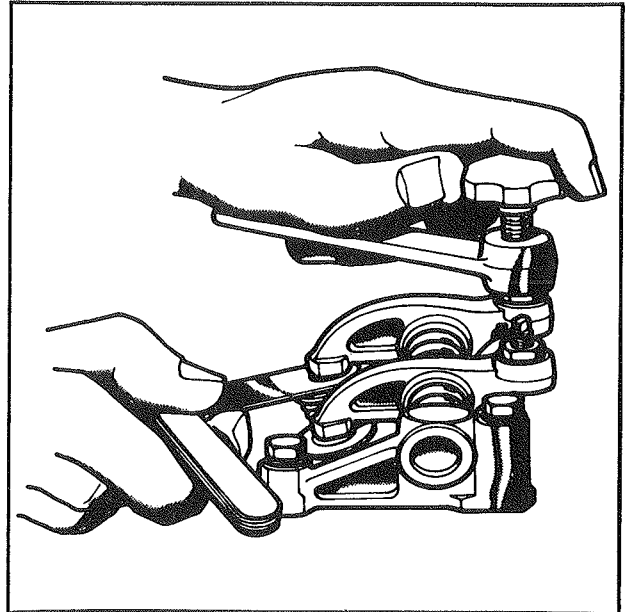

Fig. 24
- Passer la cale de réglage et débloquer chaque contre-écrou à l'aide de la clé 31174 G (fig. 24). Régler chaque jeu de manière que la cale passe grassement :